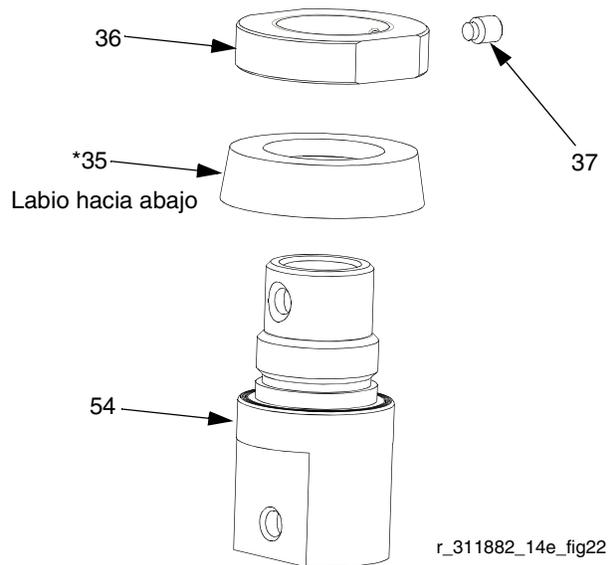

FIG. 23
10. Afloje el tornillo de ajuste (37) del collarín (36). Retire el collarín de la carcasa del pistón (54). Retire la cazoleta en U (35\*). Inspeccione todas las piezas en busca de daños. Vea FIG. 23.